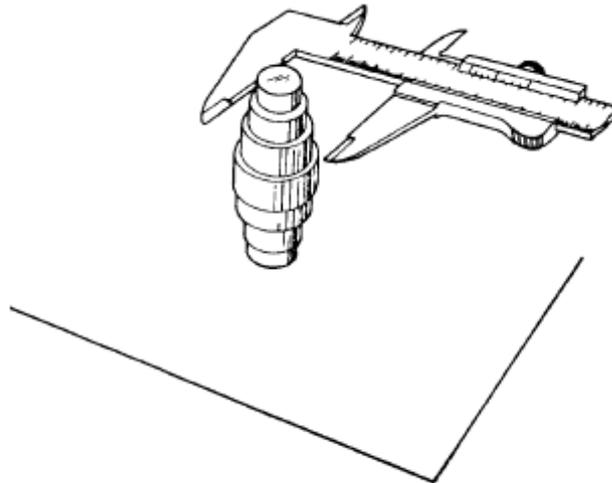

Fig.4
- b) Encoste o centro do encosto fixo em uma das extremidades do diâmetro por medir (fig.4).